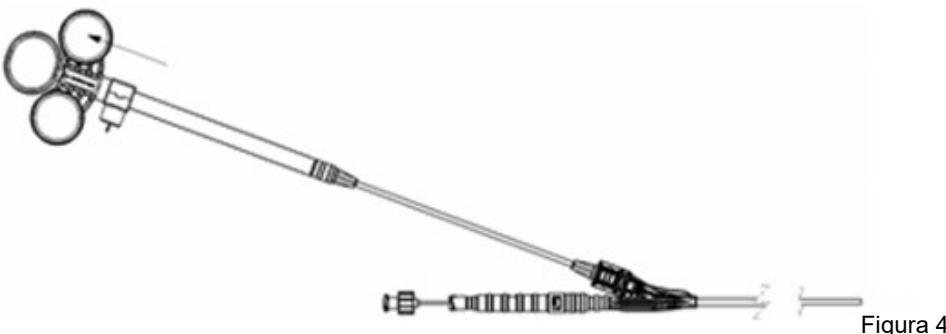

Figura 4
7. Após a ressecção do(s) pólio(s) ou tecido, a ansa pode ser retraída para o interior da bainha movendo os anéis de dedo em direcção ao anel de polegar (Figura 4). O(s) pólio(s) ou o tecido após ressecção devem ser removidos e preparados de acordo com a técnica padrão para avaliação histológica.
6. Após a ressecção do(s) pólio(s) ou tecido, a ansa pode ser retraída para o interior da bainha movendo os anéis de dedo em direcção ao anel de polegar (Figura 4). O(s) pólio(s) ou o tecido após ressecção devem ser removidos e preparados de acordo com a técnica padrão para avaliação histológica.